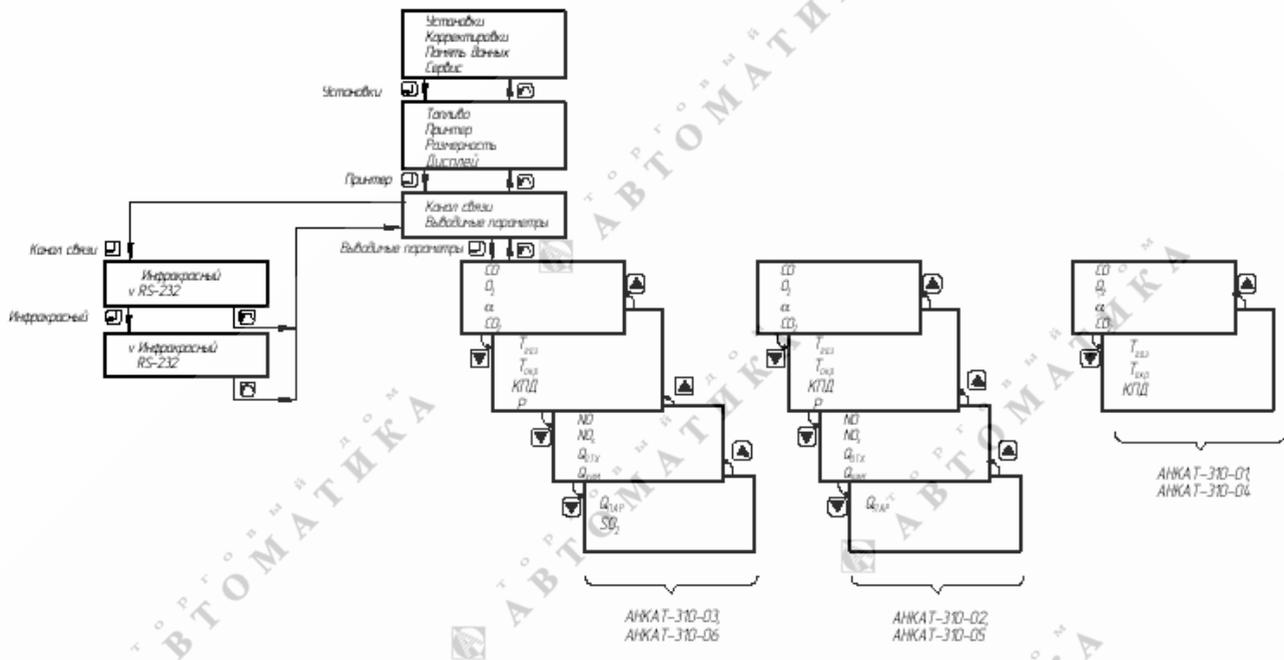

Рисунок 2.15 – Установка канала связи с принтером и выводимые на печать параметры
RS-232) для последующей распечатки данных необходимо выбрать пункт меню «УСТАНОВКИ→ПРИНТЕР→КАНАЛ СВЯЗИ» (рисунок 2.15). На ЖК-индикаторе появится сообщение
2.4.9.2 Для установки выводимых на печать параметров необходимо выбрать пункт меню «УСТАНОВКИ→ПРИНТЕР→ВЫВОДИМЫЕ ПАРАМЕТРЫ» (рисунок 2.15), после чего на ЖК-индикаторе выдается перечень измеряемых, вычисляемых параметров и коэффициентов. При последующей распечатке на принтер будут выведены параметры, отмеченные в перечне «галочкой». Для установки «галочки» необходимо с помощью кнопок «▲», «▼» выбрать требуемый параметр (строка мерцает) и нажать кнопку «↙».